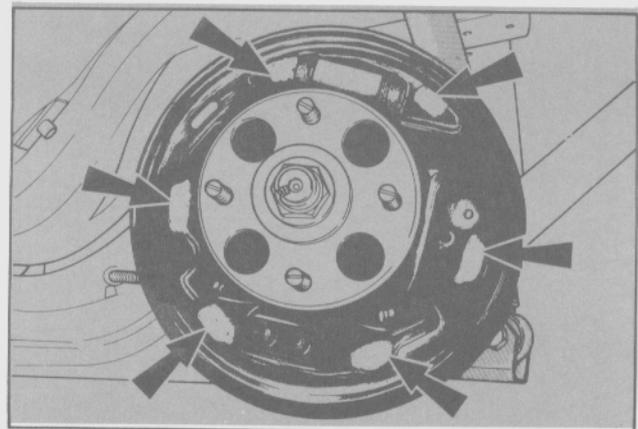

Fig. 62 - Punto de contacto de las zapatas en el plato de anclaje
- Aplicar grasa especificada en los seis puntos de contacto de las zapatas en la placa de anclaje (Fig. 62).